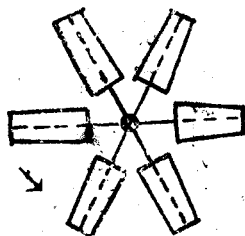

图2 多叶式
(2) 多叶式：多叶式风车的桨叶数一般是4—24片，由于叶片多，因而转得慢，故称低速风车。我省做的布蓬6叶风车就属于这一种。(如图2)